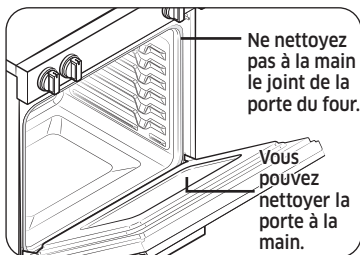

Fig. 2
- Ne le nettoyez pas. Le matériau en fibre de verre du joint de la porte du four ne résiste pas à l'abrasion. Il est essentiel que le joint reste intact. Si vous remarquez qu'il est usé ou effiloché, faites-le remplacer. (Fig. 2)